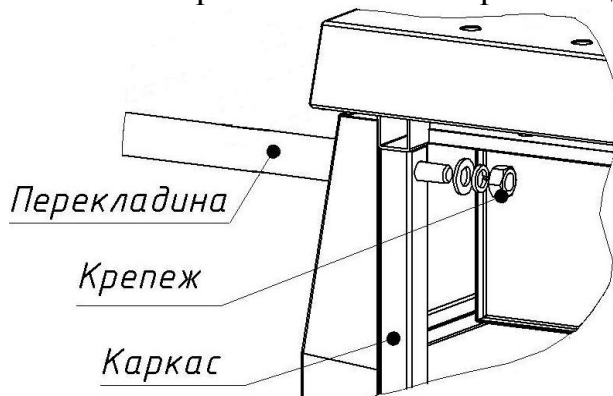

Рис.8 – Установка перекладины
– установите перекладины резьбовыми осями в отверстия на фронтальной стороне изделия так, чтобы монтажные отверстия поперечин «смотрели» вверх, и закрепите их с помощью комплекта крепежа М12 на каркасе изделия (рис.8);